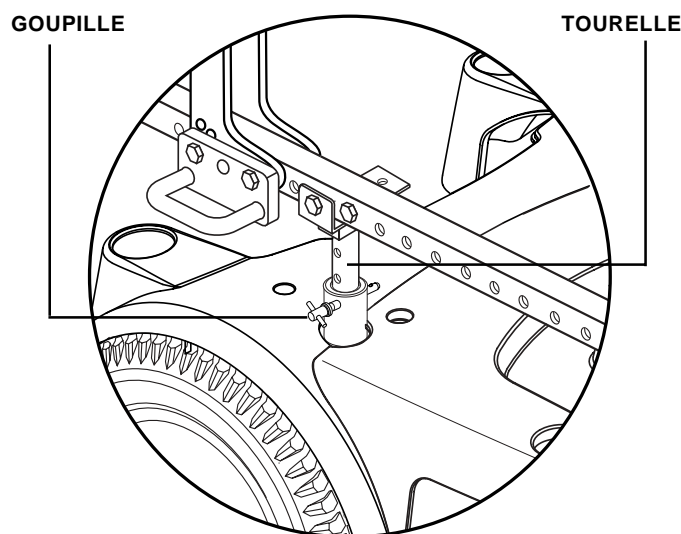

Fig. 12. Configuration typique d'une tourelle et sa goupille
4. Retirez les goupilles dans chaque mât de siège. Voir la figure 12.